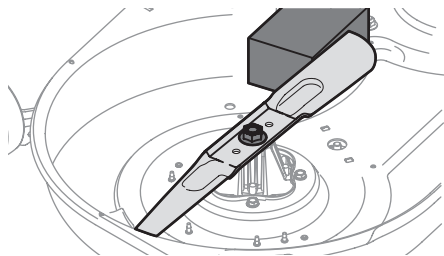

Figura 47
2. Coloque un bloque de madera entre el deflector del alojamiento de la plataforma y la cuchilla de corte para que actúe como estabilizador. Consulte la Figura 47.
- Coloque un bloque de madera entre el deflector del alojamiento de la plataforma y la cuchilla de corte para que actúe como estabilizador. Consulte la Figura 47.